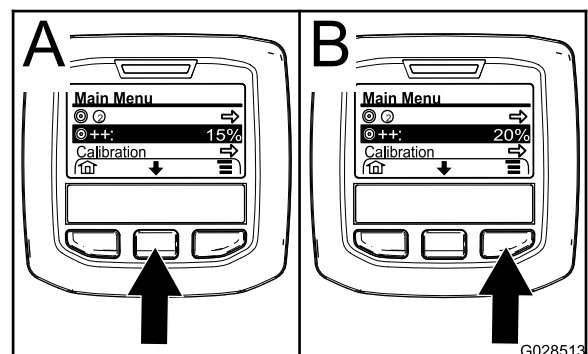

Bild 58
2. Drücken Sie ggf. die mittlere Auswahltaste, um die Dosierungsverstärkung zu markieren (Bild 58).
Hinweis: Das Symbol für die Dosierungsverstärkung 2 sieht wie zwei (+)-Zeichen rechts von der Mitte der Zielscheibe aus (Bild 58).
3. Drücken Sie die rechte Auswahltaste (Bild 58), um den Prozentsatz der Dosierungsverstärkung in Schritten von 5 % zu erhöhen (maximal 20 %).